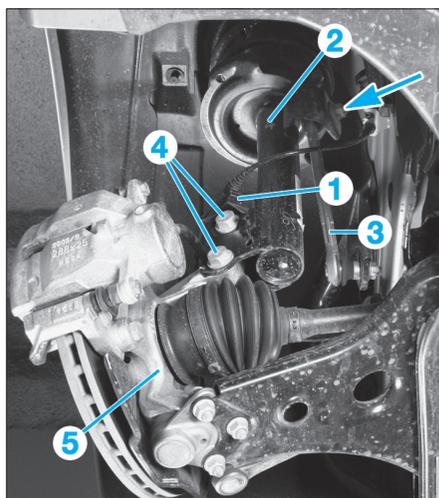

FIG. 9
- Déposer (Fig.9) :
- le support (1) de l'élément de suspension (2),
- la fixation supérieure (flèche) de la biellette de barre stabilisatrice (3),
- les fixations inférieures (4) de l'élément de suspension (2) sur le pivot (5).